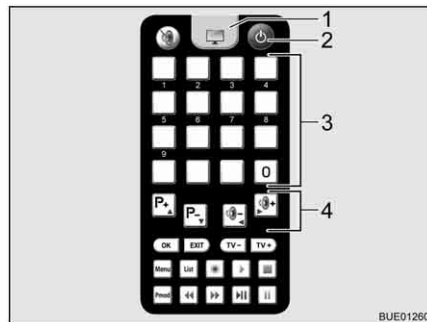

Fig. 23 Mando a distancia
- Pulsar la tecla "⏻" (Fig. 23,2) del mando a distancia.
- Ajustar la emisora deseada con las teclas de memoria (Fig. 23,3) o las teclas de función (Fig. 23,4).